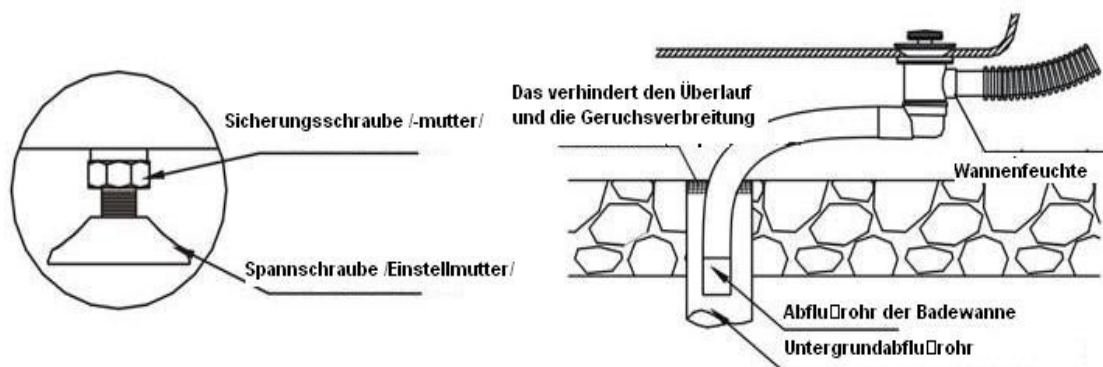

Bild 1 Die Einstellung der Ständerschraube Bild 2 Die Abdichtung der Wasserrohre
3. Die horizontale Lage mit der unter dem Ständer befindlichen Schraube einstellen und mit der Libelle prüfen, ob der Ständer am vorgesehenen Aufstellungsplatz nivelliert ist. Prüfen, ob das Wannengehäuse mit einer Genauigkeit von 5-10 mm angepasst ist, falls notwendig, mit den Einstellschrauben und Sicherungsmuttern mittels eines Schlüssels einstellen. (Bild 1).
3. Die Einstellschraube unter dem Ständer am vorgesehenen Einbauplatz /Aufstellungsplatz der Badewanne/ einstellen. Die Badewanne nivellieren. Zum Schluß die Sicherungsmuttern mit einem Schlüssel anziehen. (Bild 1).
4. Die horizontale Lage mit der unter dem Ständer befindlichen Schraube einstellen und mit der Libelle prüfen, ob der Ständer am vorgesehenen Aufstellungsplatz nivelliert ist. Prüfen, ob das Wannengehäuse mit einer Genauigkeit von 5-10 mm angepasst ist, falls notwendig, mit den Einstellschrauben und Sicherungsmuttern mittels eines Schlüssels einstellen. (Bild 1).